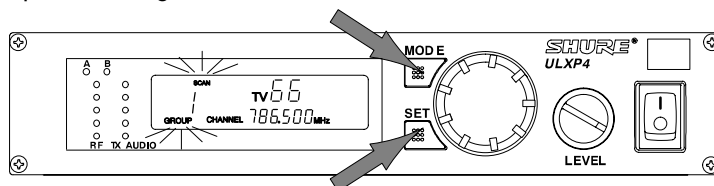

FIGURE 37
1. Maintenir enfoncé le bouton «SET» et appuyer une fois sur le bouton «MODE». Les mots «GROUP» et «SCAN» clignotent sur l'affichage. Se reporter à la figure 37.